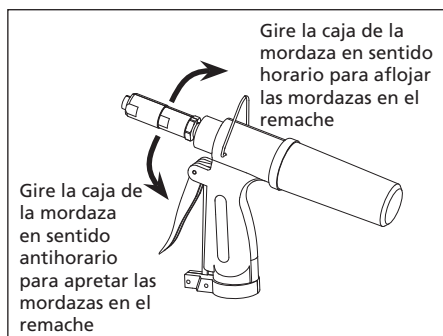

Figura 4
3. Gire la caja de la mordaza en sentido antihorario para apretar las mordazas en el remache. Gire las mordazas en el mismo sentido de las agujas del reloj para aflojar las mordazas que sostienen el remache (Vea la Figura 4).